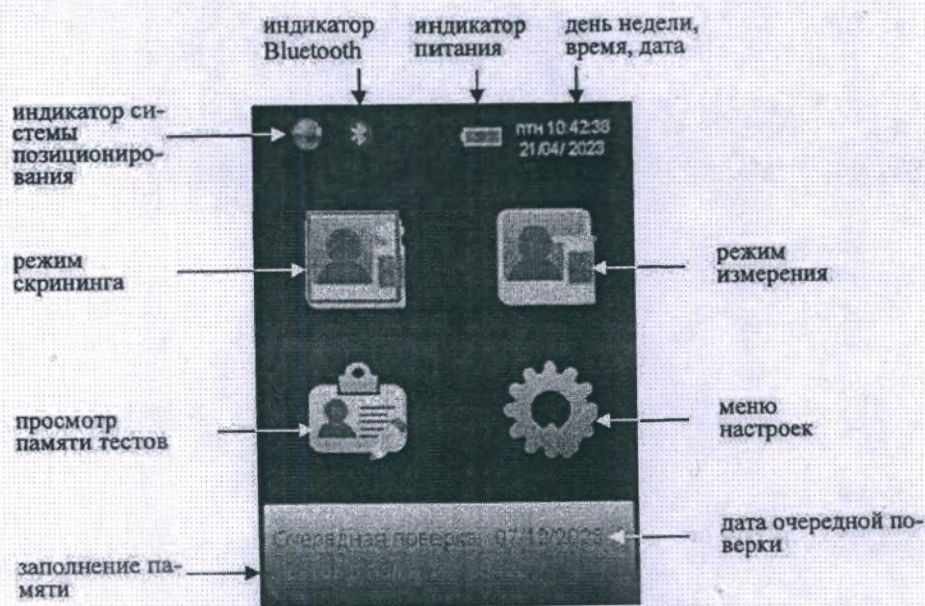

Рисунок 5 – Главное меню анализатора
2.2.1 Включение анализатора производится нажатием на кнопку включения/выключения, удерживая ее до звукового сигнала (около 3-х секунд). При этом на экране появляется заставка с сокращенным обозначением анализатора и номером версии ПО, проводится автотестирование, после этого на экране появляется главное меню анализатора (рисунок 5).
2.3.1 Главное меню анализатора состоит из 4 пунктов-иконок и индикаторов, информирующих об уровне напряжения питания, текущем времени и дате, установлении координат текущего местоположения приемником системы позиционирования, соединении с термопринтером (или внешним устройством) по Bluetooth, также в главном меню отображается дата очередной поверки и сведения о заполнении памяти (рисунок 5).
2.5.2 Для входа в меню настроек в главном меню анализатора (рисунок 5) выберите пункт-иконку . На сенсорном экране появится меню «НАСТРОЙКИ», состоящее из трех пунктов, предназначенных для перехода в соответствующие меню (рисунок 6).